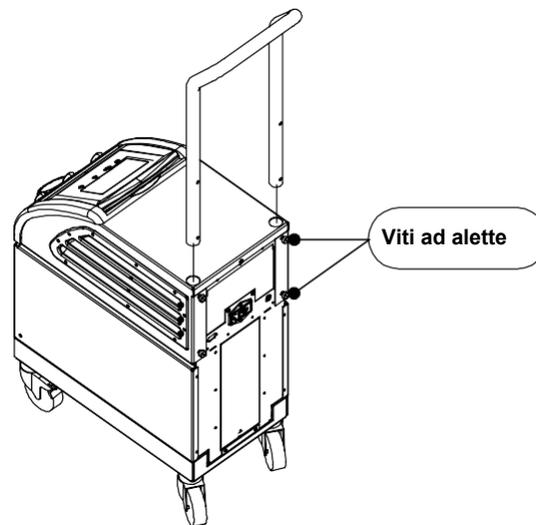

Figura 11: Installazione della maniglia
- b. Infilare le due estremità della maniglia nei fori posti sulla copertura superiore (facendo attenzione alla direzione della curvatura della maniglia) fino a inserire fino in fondo la maniglia (vedere la Figura 11).